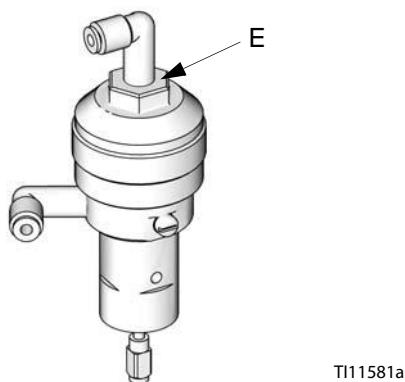

Рис. 24. Регулировка клапана
На заводе дозировочные клапаны и клапаны промывки настраиваются при помощи шестигранных гаек, которые не докручиваются до закрытого положения на 1 1/4 оборота. Такая настройка ограничивает максимальную величину потока жидкости в интегратор и обеспечивает минимальное время срабатывания клапана. Чтобы увеличить пропускную способность дозировочного клапана или клапана промывки (для материалов с высокой вязкостью), поворачивайте шестигранную гайку (E) *против часовой стрелки*. Чтобы снизить пропускную способность дозировочного клапана или клапана промывки (для материалов с низкой вязкостью), поворачивайте гайку *по часовой стрелке*. См. Рис. 24.